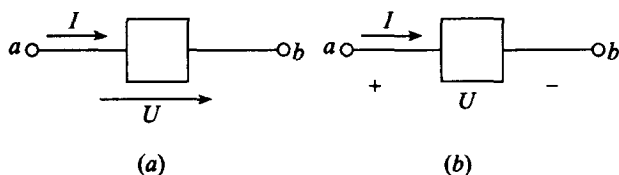

图 1-3
电压也有方向,用电器中的电流方向就是电压的方向,如图 1-3 (a) 所示。电压的方向还经常用正、负极性表示,电流在用电器中由  $a$  流向  $b$ ,则把  $a$  点定为电压的正极,用符号“+”表示; $b$  点定为电压的负极,用符号“-”表示,如图 1-3 (b),可见电压的方向是从正极指向负极的。①